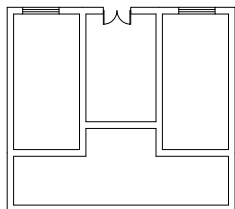

图 8-64 打开加折断线素材
**01** 按 Ctrl+O 组合键，打开配套光盘提供的“第 8 章/8.4.6 加折断线.dwg”素材文件，结果如图 8-64 所示。